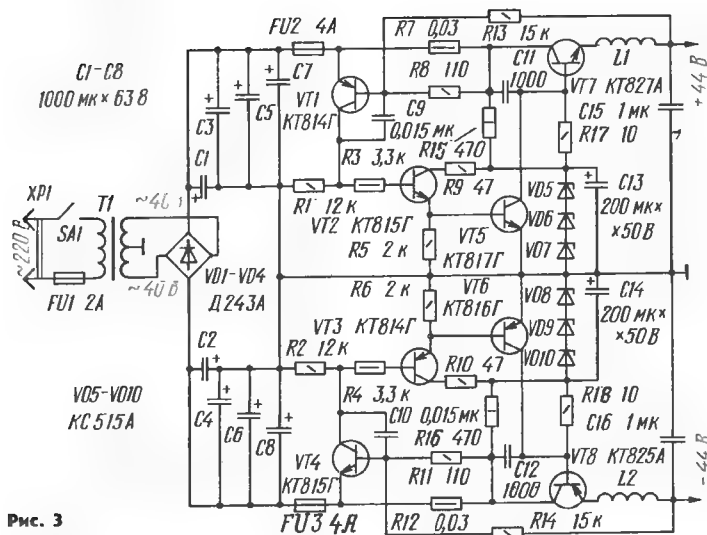

Рис. 3
Если к блоку питания не предъявляется жестких требований по стабильности напряжения и уровню пульсаций, что характеризует, в частности, описанный выше усилитель мощности, то в качестве источника питания можно использовать обычный двуполярный блок питания, принципиальная схема которого показана на рис. 3.
**Конструкция и детали.** Все детали УМЗЧ и блока питания размещены на одной плате. Исключение составляют транзисторы VT3, VT4, VT6, VT8 УМЗЧ, установленные на общем теплоотводе с площадью рассеивающей поверхности 1200 см2 и транзисторы VT7, VT8 блока питания, размещенные на отдельных теплоотводах с площадью рассеивающей поверхности 300 см2 каждый. Катушки L1, L2 блока питания (рис. 3) и L1 усилителя мощности содержат 30—40 витков провода ПЭВ-1 1,0, намотанного на корпусе резистора С5-5 или МЛТ-2. Резисторы R7, R12 блока питания представляют собой отрезок медного провода ПЭЛ, ПЭВ-1 или ПЭЛШО диаметром 0,33 и длиной 150 мм, намотанного на корпусе резистора МЛТ-1. Трансформатор питания выполнен на тороидальном магнитопроводе из электротехнической стали Э320, толщиной 0,35 мм, ширина ленты 40 мм, внутренний диаметр магнитного провода 80, наружный — 130 мм. Сетевая обмотка содержит 700 витков провода ПЭЛШО 0,47, вторичная — 2×130 витков провода ПЭЛШО 1,2.